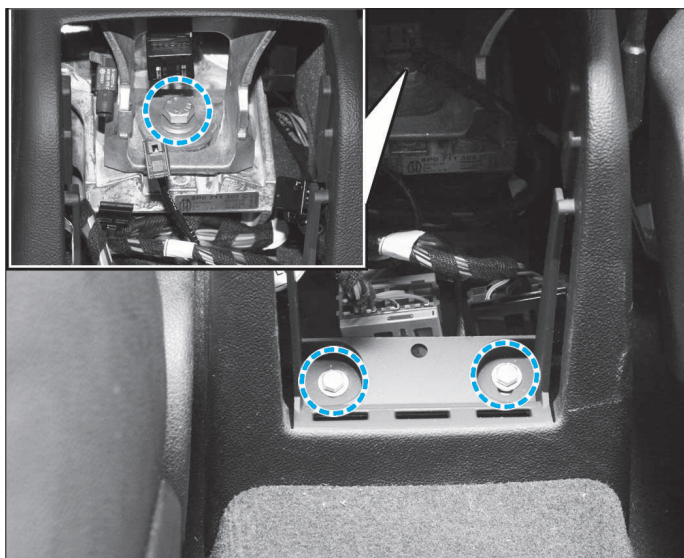

FIG. 48
- Déposer les 2 vis de fixation arrière de la console milieu ainsi que celle de l'accoudoir (si équipé) (Fig.48).